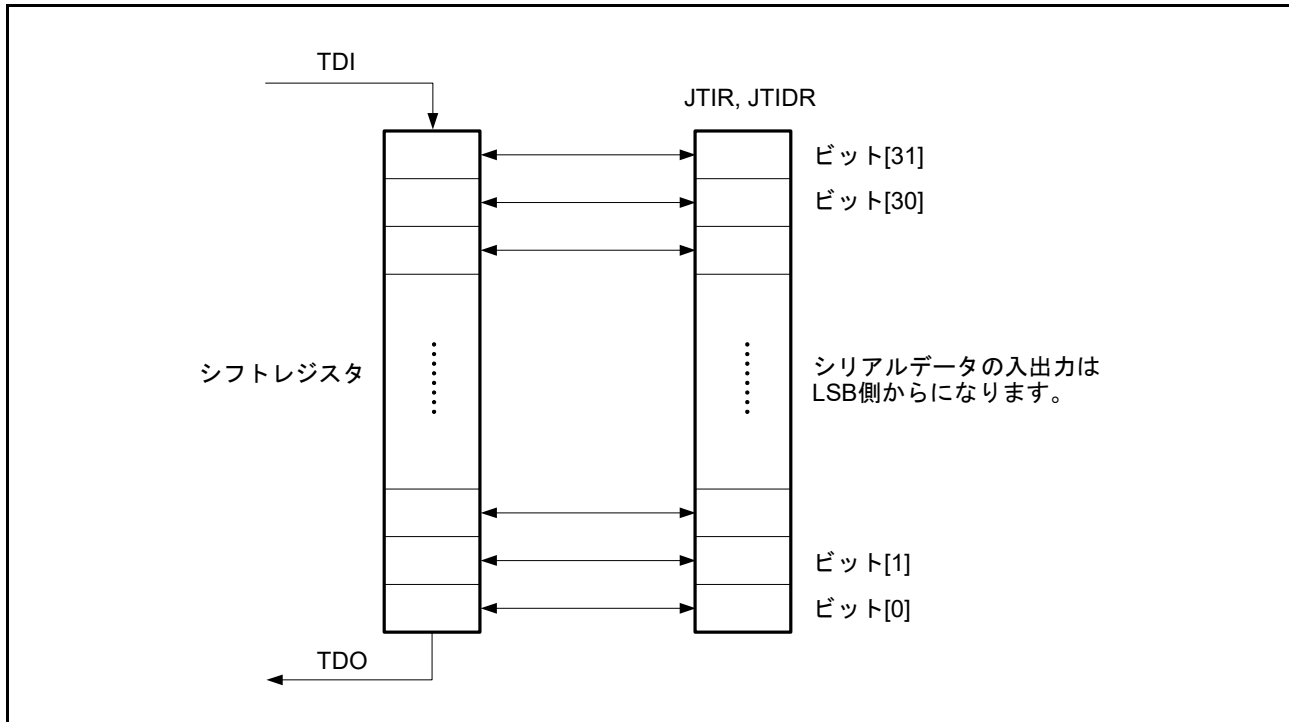

図 40.3 シリアルデータ入出力
- 図 40.3 で示すとおりシリアルデータは LSB 側から入出力する